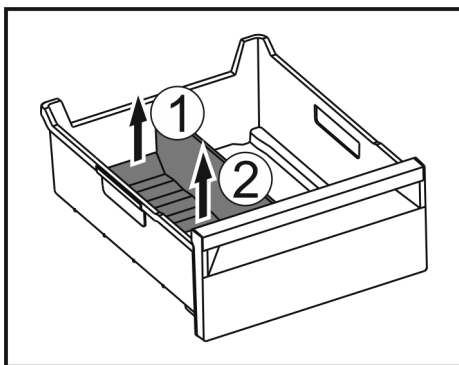

Fig. 145
- ▶ Zdvihnite zadnú časť oddelovača zásuvky na ľad. Fig. 145 (1)
- ▶ Odoberte oddelovač zásuvky na ľad nahor. Fig. 145 (2)